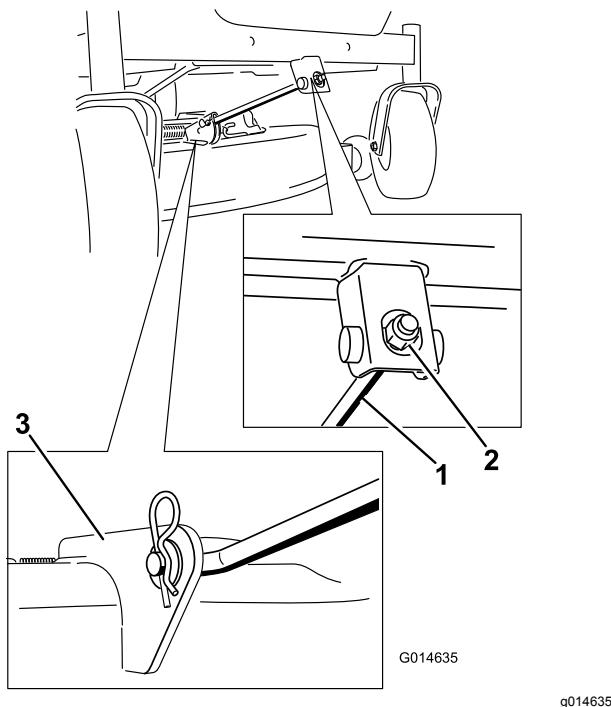

Figura 74
- Retire la chaveta de la varilla de soporte delantera y retire la varilla del soporte de la carcasa (Figura 74).
6. Conecte la varilla de soporte delantera a la carcasa de corte con el pasador y la chaveta (Figura 74).